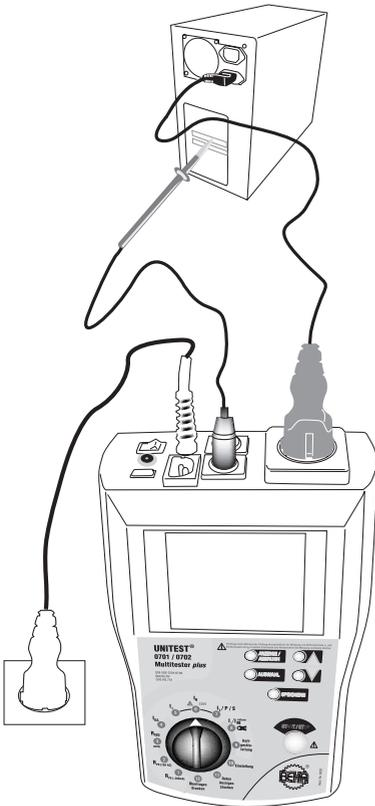

Bild 6.11: Messung des Berührungstromes
- ▶ Schließen Sie den 0701/0702-Multitester *plus* mit dem Netzanschlusstecker (1) an eine funktionfähige und ordnungsgemäß angeschlossene Schutzkontakt-Netzsteckdose an.
- ▶ Schalten Sie das Gerät mittels EIN/AUS-Schalter (16) ein.
- ▶ Stellen Sie den Drehschalter 'Messfunktion' (10) auf die Schalterstellung "IB".
- ▶ Stecken Sie die Messleitung (Prüfanschluss) in die Buchse "Sonde" (3). Ohne eingesteckte Messleitung lässt sich die Messung nicht starten, in der LC-Anzeige blinkt nach dem Starten der Messung das Symbol "Sonde" (21).
- ▶ Stecken Sie den Netzstecker des Prüflings in die Prüf-/Netzsteckdose (4), siehe Bild 6.11 oder 6.12.
- ▶ Drücken Sie die Taste "START/STOP" (9). Nun erfolgt ein Vorprüfung, mit der die Stromaufnahme des Prüflings vor dem Einschalten der Netzspannung gemessen wird.
- ☞ Ist der Prüfling ausgeschaltet oder kein Prüfling angeschlossen, erscheint 'Ein' in der LC-Anzeige. Schalten Sie nun den Prüfling ein oder drücken Sie zur Bestätigung nun nochmals die Taste "START/STOP", damit die Netzspannung auf die Prüf-/Netzsteckdose (4) geschaltet wird.
- ☞ Nimmt der Prüfling mehr als ca. 18 A auf, so erscheint in der LC-Anzeige "LAST" (blinkend). Zur Bestätigung muss nun nochmals die Taste "START/STOP" gedrückt werden, damit die Netzspannung auf die Prüf-/Netzsteckdose (4) geschaltet wird.